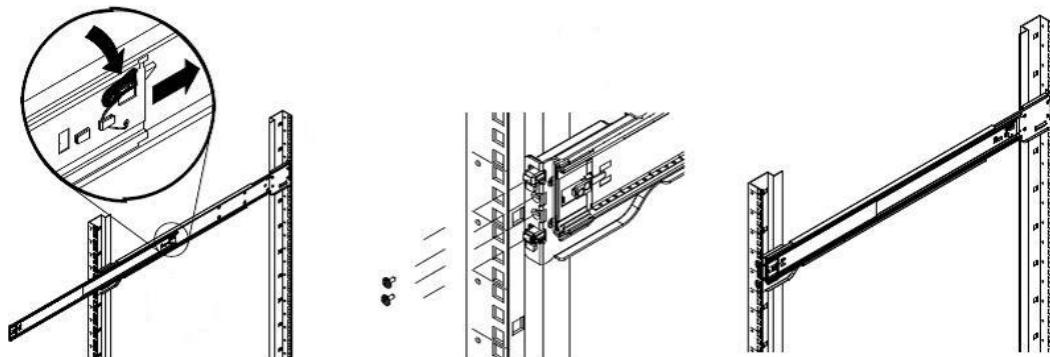

Рисунок 31 – Установка внешних направляющих
- установка внешних направляющих (см. Рисунок 31):